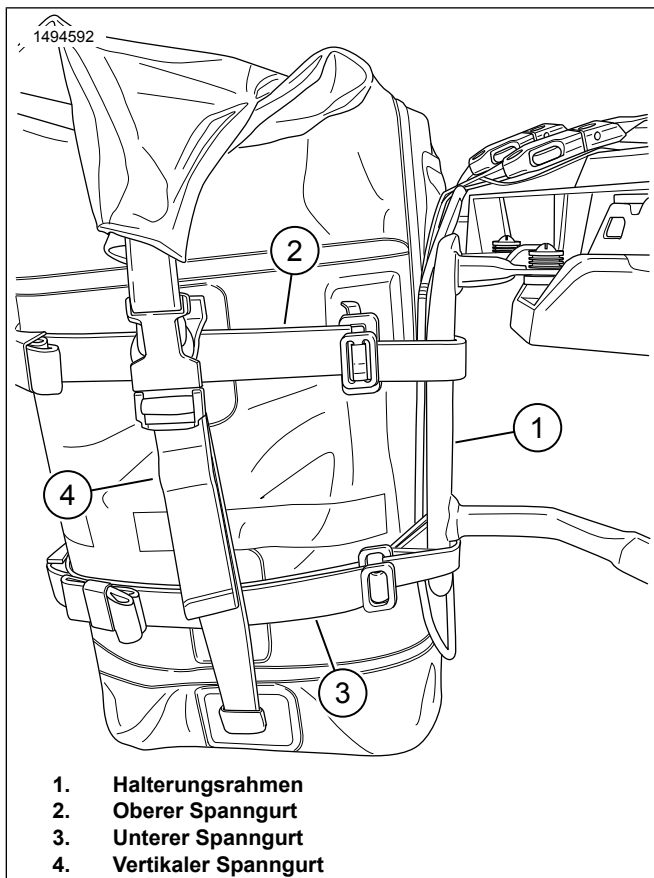

Abbildung 8. Alle Gurte festziehen
9. Abbildung 8 Die Spanngurte (2, 3, 4) sollten an angenäherten Stellen angebracht werden.